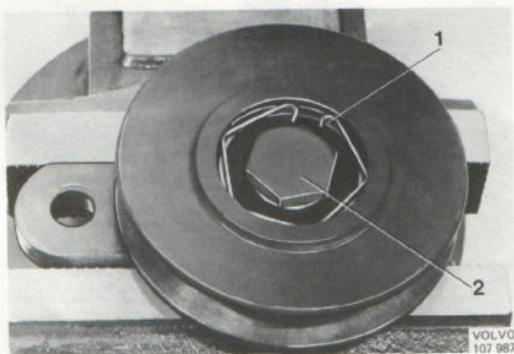

Bild 42. Isärtagning av spännrulle tid.utf.
2. Ta bort låsringen (1 bild 42) och skruva loss skruven (2) på vilken remskivan lagras. Spara brickorna som ligger mellan hävarmen och remskivan.